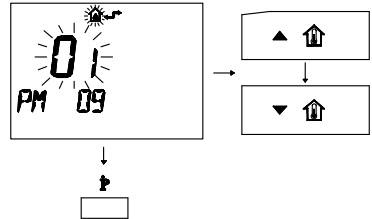

Figura 9.15
- Per modificare il SET programmato agire sui pulsanti ▲ **IP** o ▼ **IP** ed aspettare che il numero programmato cominci a lampeggiare (Figura 9.15).